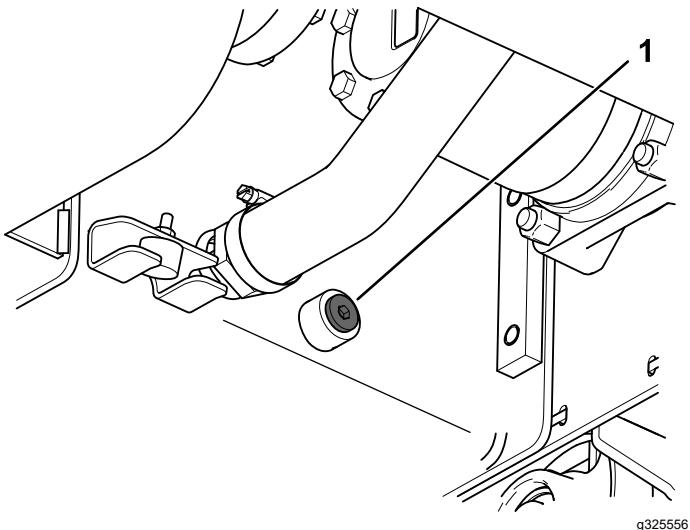

Bild 67
- Entfernen Sie die Ablassschraube am Hydraulikbehälter und lassen das Hydrauliköl in die Auffangwanne ab (Bild 67).
- A. Entfernen Sie die beiden Schrauben und die Muttern, mit denen der FräsbauM am Grabarm befestigt ist (Bild 67).